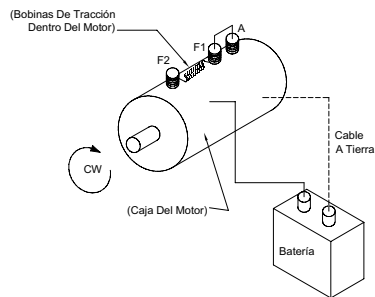

FIGURA 1
2. Conectar un cable (un cable número 6 por lo menos) entre el borne positivo (+) de la batería y el terminal F-2 del motor. Poner a tierra el borne negativo (-) de la batería con la caja del motor (ver la Figura 1). Ahora el motor deberá de funcionar.